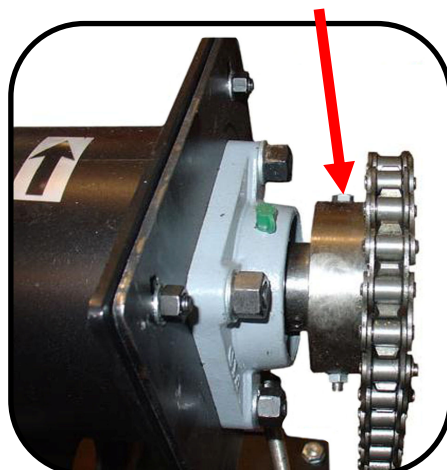

fig. 10.1
d) Remover el carter, controlar que el perno de seguridad fig.10.1 que fija el piñon en el eje secundario no está roto.	d) En caso de rotación en vacío, significa que el perno está roto. Llamar al S.A.T.